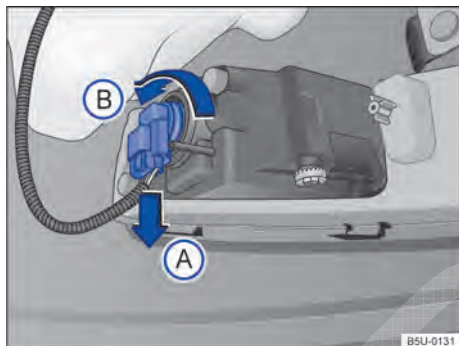

Fig. 135 Atrás do para-choque dianteiro: acesso à lâmpada incandescente do farol de neblina.
2. Desencaixar o conector de alimentação da lâmpada → Fig. 135 no sentido da seta , pressionar, ao mesmo tempo, a trava de fixação do conector.
3. Girar o soquete da lâmpada → Fig. 135, no sentido anti-horário da seta , e desencaixá-lo do alojamento.